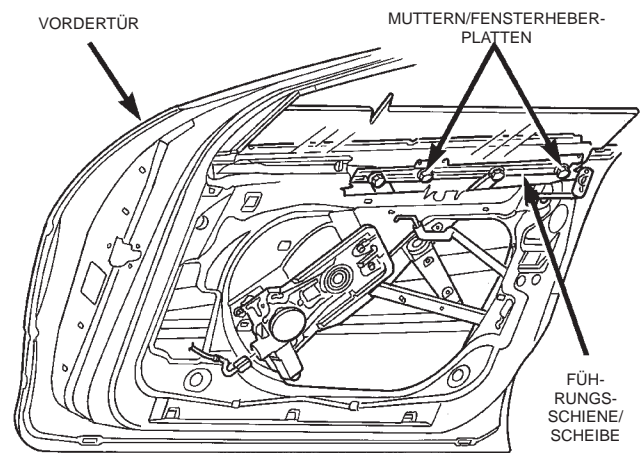

Abb. 33 Scheibe/Vordertür
(1) Dreieckige Lautsprecherabdeckung, Türverkleidung, und die Wasserschutzfolie nach Bedarf abbauen und die Halterung des herausnehmbaren Einsatzes in der Tür abziehen.
(2) Fensterheber-Betätigungsschalter anschließen und Scheibe bis 150 mm (6 Zoll) vom oberen Anschlag absenken.
(3) Schrauben lösen, mit denen die Fensterheberschiene an der Scheibe und den Fensterheberplatten befestigt ist.
(4) Fensterheberschiene nach hinten schieben, damit die Muttern der Fensterheberplatten durch die schlüssellochförmigen Langlöcher in der Führung hindurchpassen (Abb. 33).
(5) Scheibe von der Fensterheberschiene abnehmen.
(6) Scheibe nach oben anheben und aus der Öffnung oben an der Tür herausnehmen.